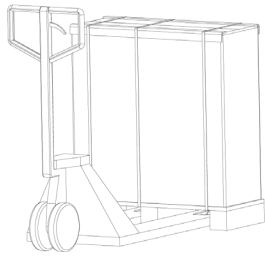

Fig. 4.
- Pour déballer un équipement, suivre la séquence de la figure 4 à 7 (couper les bandes de l'enveloppant en carton et l'enlever vers le haut comme une capote ou bien démontez-le avec les outils nécessaires si l'enveloppant est en bois ; enlevez les cantonnières et le housse en plastique. L'ASI restera nu sur la palette.